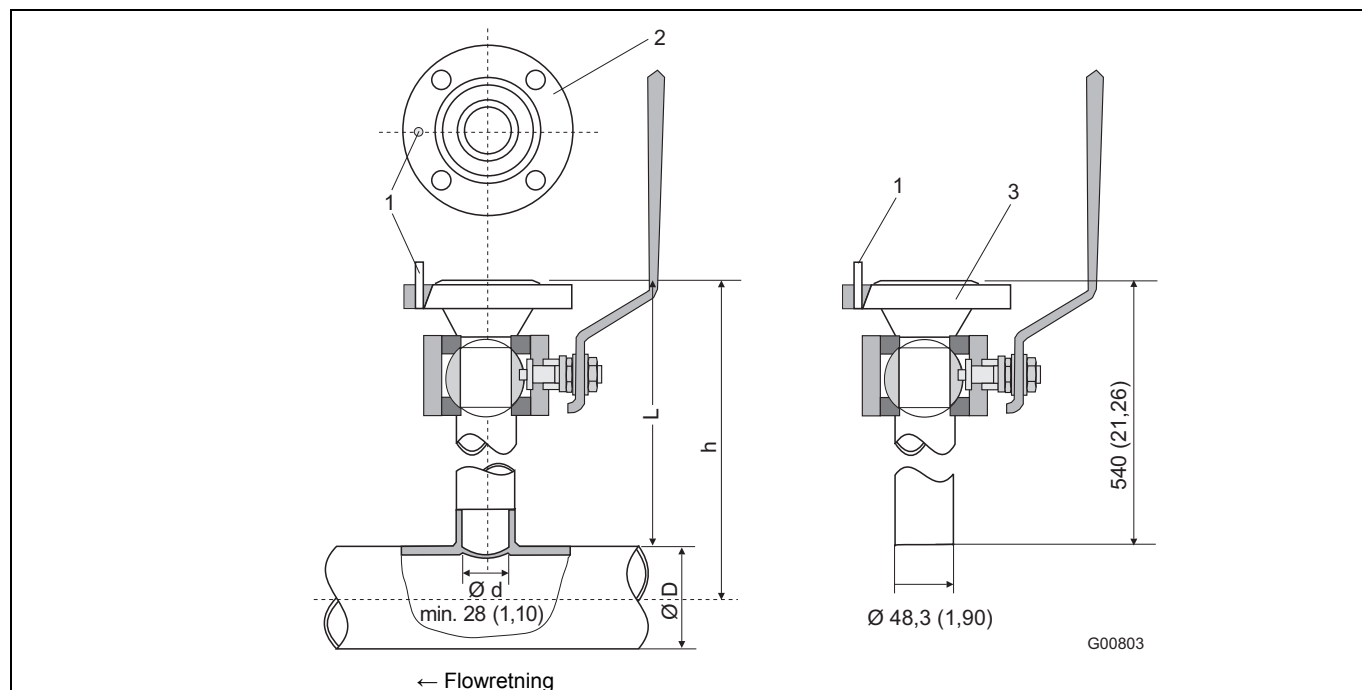

Fig. 8: Mål i mm (inch)
- 1 Påsvejsningsadapteren skal efter påsvejsning vise længden L (se fig. 7 og fig. 8)